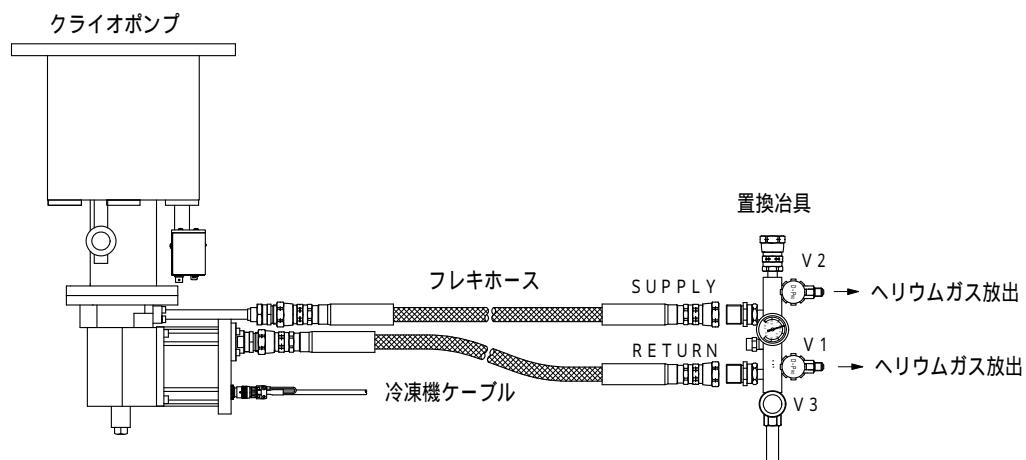

図 8-3 置換治具の接続
4. SUPPLY、RETURNのフレキホースを置換治具に接続してください(図8-3)。